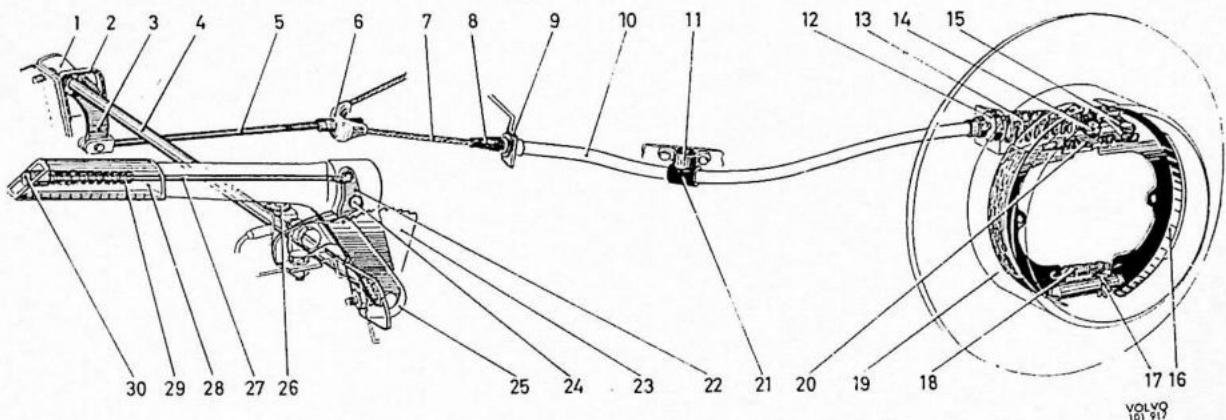

Fig. 5-68. Het handremstelsel
De konstruktie van de handrem laat Fig. 5-68 zien. Het handremhandel (28) is op de vloer, aan de buitenkant van de bestuurdersstoel gemonteerd. De beweging van het handel wordt via de as (4), liever en trekstang (5) naar de gaffel (6) overgebracht. Vanhier wordt de beweging door de kabel (7) overgebracht naar de achterremmen. Bij elk wiel beïnvloedt de beweging van de kabel het liever (15), dat in een beweegbare stang (20) tussen de remschoenen is bevestigd. De bovineinden van de remschoenen worden door de bovenste veer tegen de ankerbout (14) aangedrukt. De ondereinden zijn verbonden door de stelinrichting (17), waartegen ze aangedrukt worden
2. Verwijder de splitpen en los de kabel zo ver op dat de trekstang (5, Fig. 5-68) losgenomen kan worden van het liever.
5. Schroef de knop (30, Fig. 5-68) los en verwijder de veer (29) van het handremhandel. Verwijder de
6. Monteer de nieuwe delen in omgekeerde volgorde, zie Fig. 5-68. Zorg ervoor dat de klinknagel stevig bevestigd is, doch de beweging van de pal niet belemmert. Smeer de lagerbusjes met een dunne laag kogellagervet. Vergeet de trekstang niet te borgen en zorg ervoor dat de rubber afdichtingen goed afsluiten.